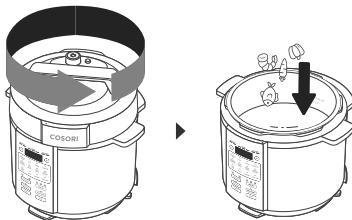

Abbildung 5.1
1. Drehen Sie den Deckel gegen den Uhrzeigersinn und heben Sie ihn zum Öffnen an. Geben Sie die Zutaten in den Innentopf. **[Abbildung 5.1]**